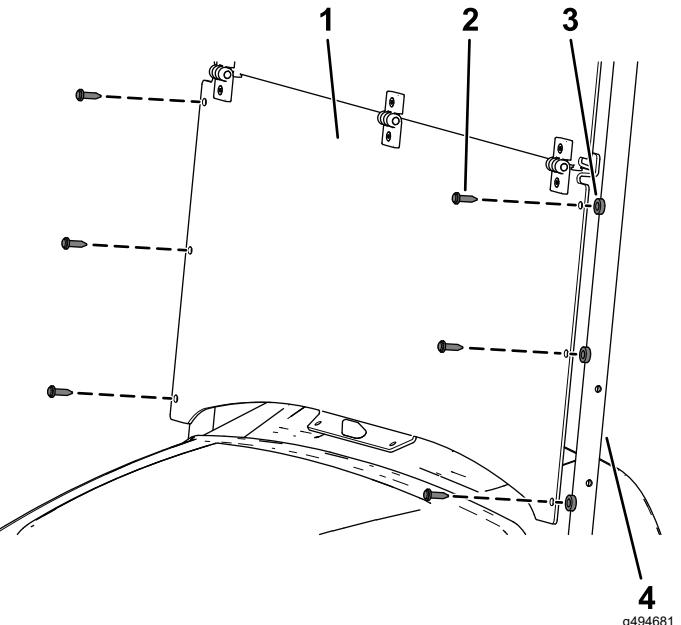

Figure 8
3. Alignez les trous de la partie inférieure du pare-brise et les trous des tubes de support de l'abri (Figure 8).
4. Fixez les côtés du pare-brise aux tubes de support de l'abri à l'aide de 6 entretoises en plastique et 6 longs rivets en plastique (Figure 8).